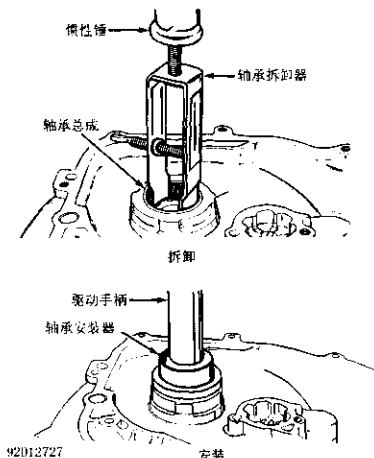

图 2-15 拆卸和安装主动链轮轴承
① 如果需要拆下主动链轮轴承, 使用轴承拆卸器 (J-26941) 和滑锤 (J6125-1B) 拆卸轴承 (图 2-15)。使用轴承安装器 (J-28677) 和驱动柄 (J-28677) 安装新轴承。
② 如果需要更换主动链轮支架, 拆下连接螺钉和支架。安装新支架, 按规范拧紧连接螺钉, 参见表 2-12。